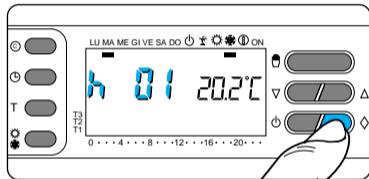

Fig. 29
5.3 - Pulse una sola vez el botón ◇ (fig. 29).